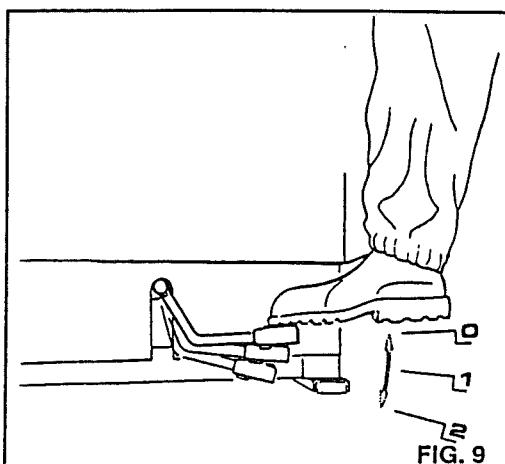

FIG. 9
Press the pedal down to position 1 (see Fig. 9) to start inflation. To check pressure on the gauge, release the pedal.
Attach the hose clip to the valve, press the pedal down to position 1 (see Fig. 9).
If the bead of the tire is not well seated, due to a strong bead, lift tire manually until the upper bead seals against the rim, then press the pedal all the way down (pos. 2 - Fig. 9).
Accrochez la tête du dispositif de gonflage à la valve du pneumatique. Appuyez sur la pédale dans la position 1 (voir fig. 9) pour commencer le gonflage. Pour contrôler la pression sur le manomètre relâchez la pédale.
Attention! Lors du gonflage des pneumatiques tubeless avec un jet d'air (BLAST) puissant, la roue doit être bloquée de l'intérieur de la jante. Accrochez la tête du tube à la valve, appuyez sur la pédale dans la position 1 (voir figure 9).
Si le talon du pneumatique n'est pas bien engagé, surtout s'il s'agit d'un talon particulièrement "résistant", soulevez manuellement le pneumatique jusqu'à faire adhérer le talon supérieur à la jante, puis enfoncez à fond la pédale (pos. 2 - fig. 9).